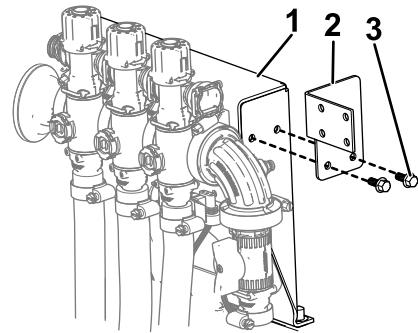

Рисунок 17
2. Установите монтажный кронштейн клапана на монтажную раму клапана с помощью 2 болтов с фланцевыми головками ($\frac{1}{4}$ x 0,625 дюйма), как показано на Рисунок 17.